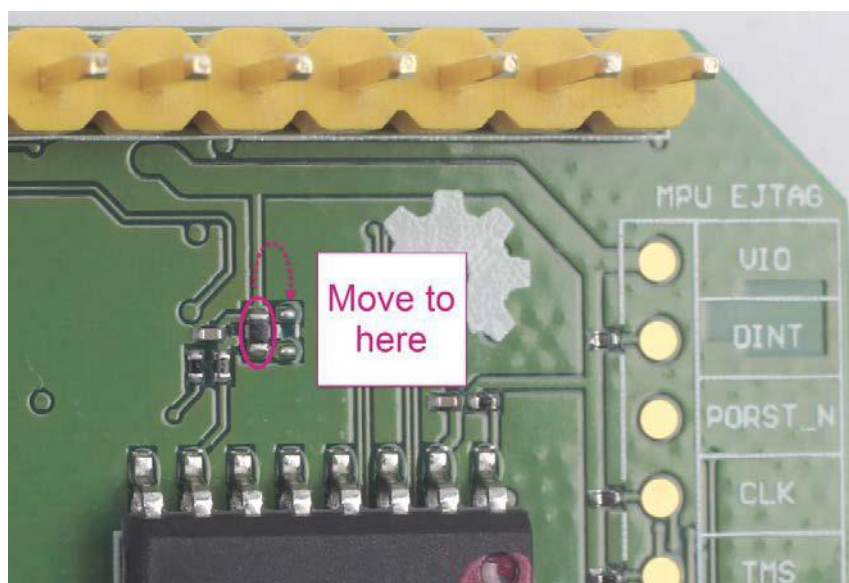

图 9 移动电阻以范围 JTAG 模式
- 2) 把电阻拆下来并重新焊接到右边的位置，如图 9 所示。完成这一步之后，重启开发板即可激活 JTAG 功能。